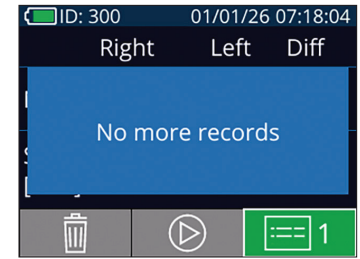

Fig. 29
- Cuando aparezca el mensaje **No more records** (No hay más registros), quiere decir que se ha alcanzado la medida pupilar más antigua de las guardadas (Fig. 29).